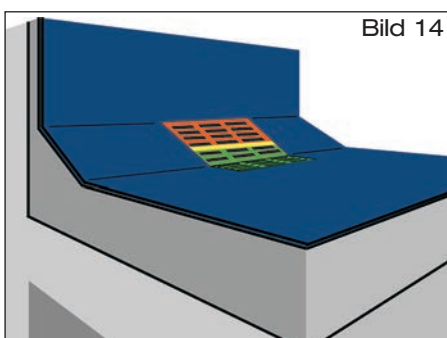

Bild 14
2.6 Sieb mit beiliegenden Befestigungsmaterialien verschrauben (Bild 14).